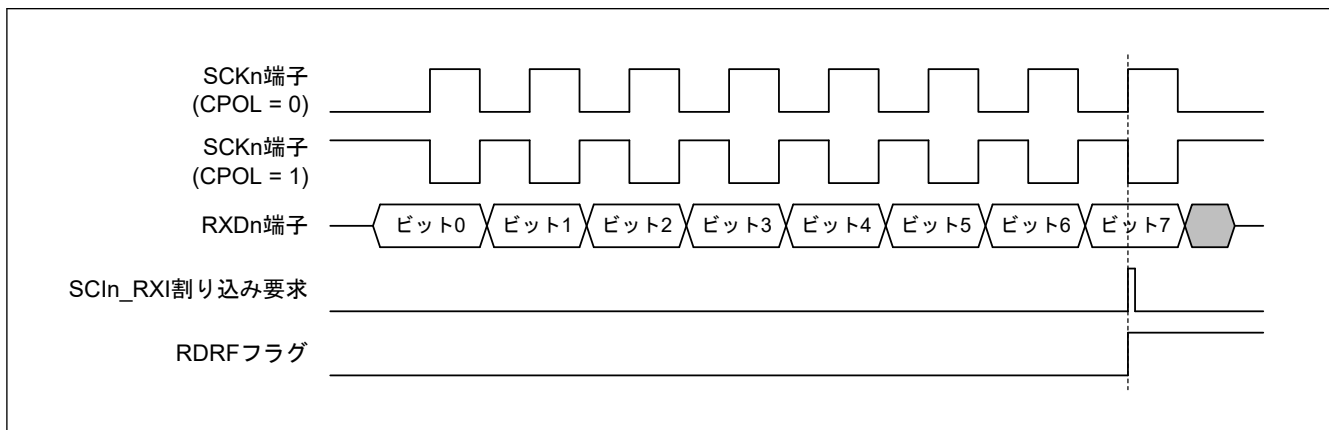

図 28.122 簡易 SPI モードにおける SCI_n_RXI 割り込みの発生タイミング (クロック遅れあり)
- クロック遅れあり (CCR3.CPHA ビット=0) では、図 28.122 に示すように、SCKn 端子の最終クロックエッジ手前のクロックエッジで受信データフル割り込み (SCI_n_RXI) が発生します。CCR0 レジスタの TE ビットと RE ビットを SCKn 端子の最終クロックエッジより前に 0 にすると、SCKn 端子出力がハイインピーダンスとなり、送受信クロックの最後のクロックパルス幅が短くなります。また、SCI_n_RXI 割り込みの発生によって、SCKn 端子の最終クロックエッジより前に接続先スレーブの SS_n 端子入力信号が High になった場合、スレーブが誤動作する可能性があります。